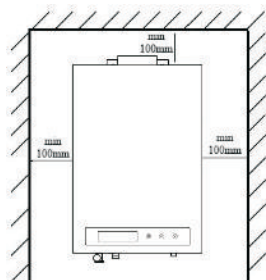

Рисунок 3
**6.1.4.** Аппарат рекомендуется устанавливать так, чтобы вокруг аппарата было свободное пространство не менее 100 мм, необходимое для его обслуживания. (см. рис. 3)